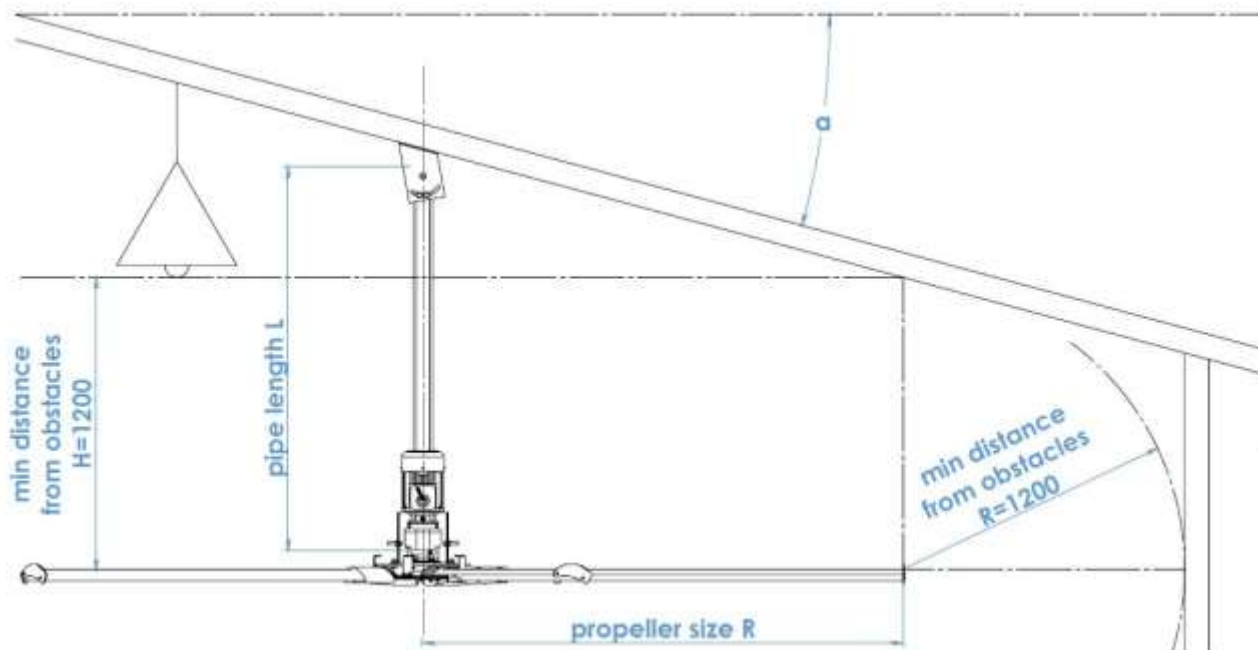

Fig. 7
- med hensyn til minimumsafstanden til ventilatoren se Fig. 7 i afsnit 5.4